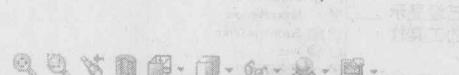

图 1-9 前导工具栏
- 前导工具栏。如图 1-9 所示，这是 SolidWorks 2008 版本区别于先前版本之处。前导工具栏是位于图形区域最上方的透明工具栏，提供了操纵视图所需的放大、缩小各种视图的普通工具。由于该命令很多，实际应用时可能只使用其中的一部分，系统隐藏了很多命令。用户将鼠标光标移到前导工具栏上任何位置，单击鼠标右键，系统将弹出所有选项。用户可以自定义前导视图工具栏显示需要的命令。